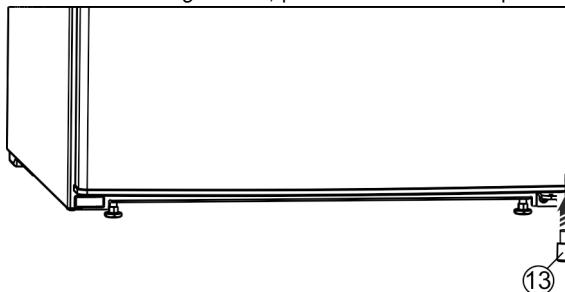

Fig. 11
- Dištančný diel Fig. 11 (13) nasadťte znova vpravo dole do dverí, pretože je to dôležité pre stabilitu zariadenia.